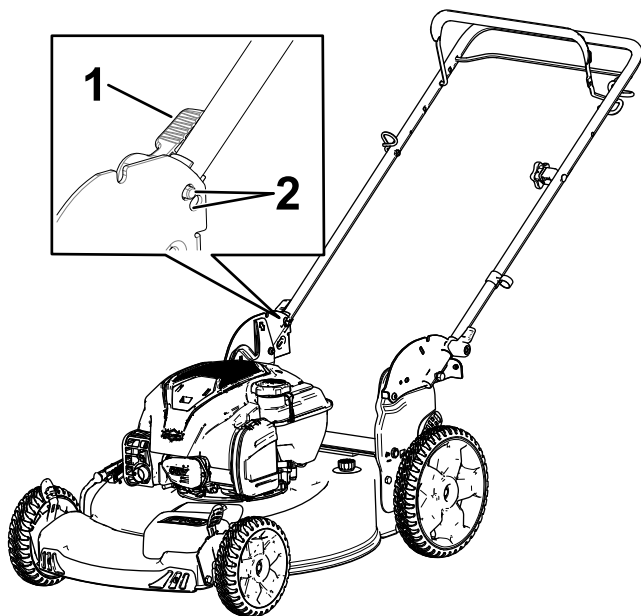

Figure 4
3. Placez le dispositif de verrouillage du guidon dans l'une des deux positions (Figure 4) jusqu'à ce que la goupille s'enclenche en place et verrouille le guidon à la position d'utilisation.